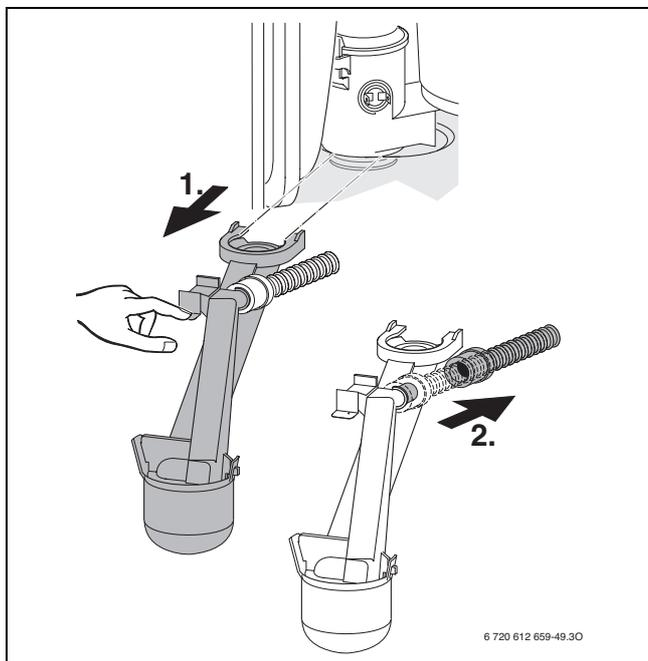

Fig. 70
- ▶ Smontare il sifone di scarico condensa (→ fig. 70), per evitare fuoriuscite di liquidi posizionare un recipiente sotto il sifone.